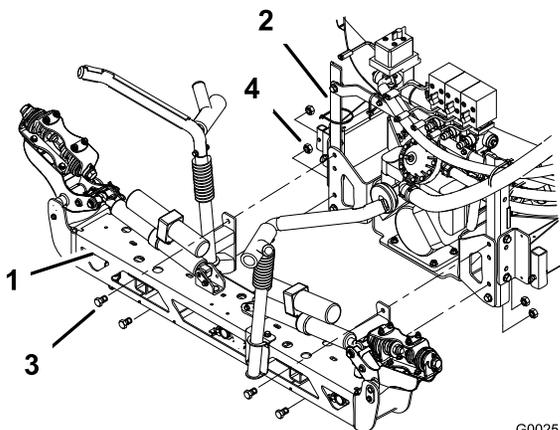

図 26
- ブーム・フレーム・マウントのところで、センター・ブーム・アセンブリをスプレー・システム・アセンブリに図 26のように取り付ける；ボルト4本(1/2 x 1-1/4 インチ)とロック・ナット4個(1/2 インチ)を使用する。